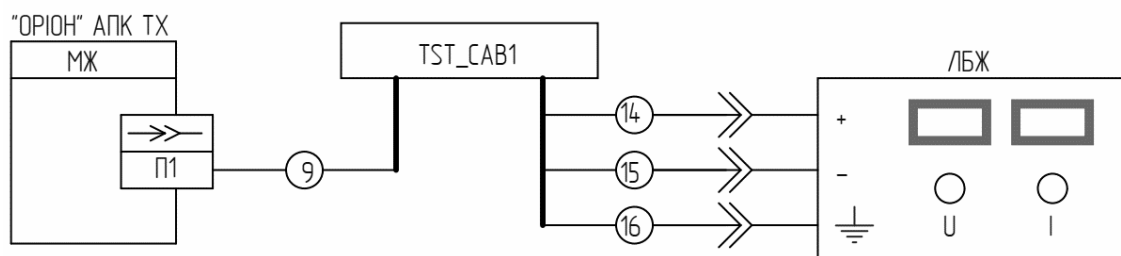

Рисунок 8.8.1 – Підключення ПРД до ЛБЖ
- 2) Підключити «ОРИОН» АПК ОІ ТХ до ЛБЖ з допомогою тестових кабелів «TST_CAB1» (див. рисунок 8.8.1);